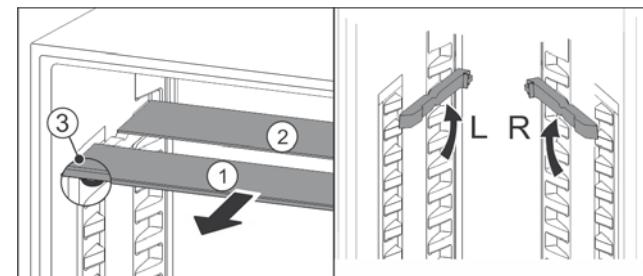

Fig. 61
- По одной извлеките Fig. 61 (1) стеклянные панели движением вперед.
- Стеклянная панель Fig. 61 (1) с декоративной планкой лежит спереди.
- Стопоры Fig. 61 (3) показывают вниз.